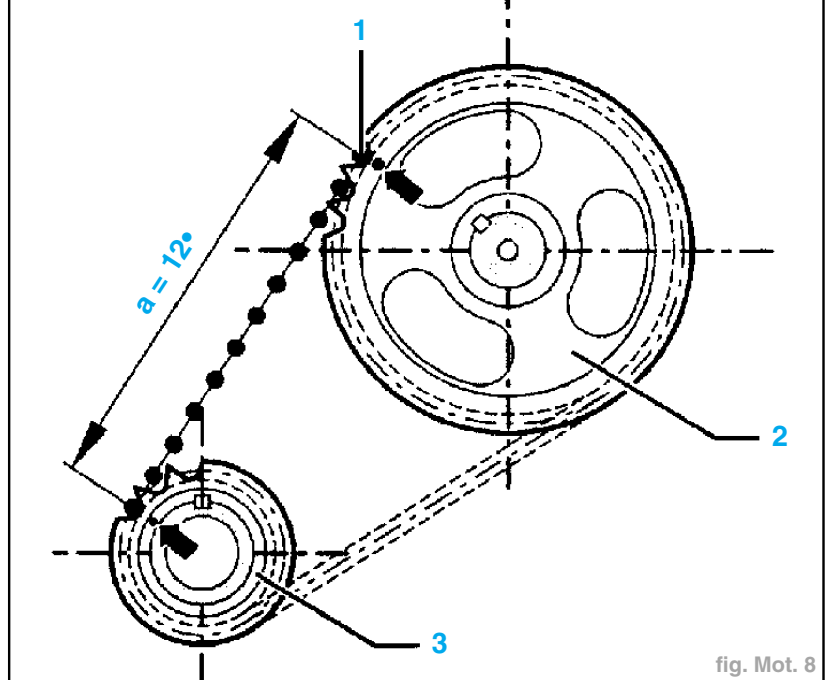

fig. Mot. 8
- Mettre en place les pignons (2) et (3) dans la chaîne de distribution (1) de façon que l'écart (a) d'un repère à l'autre (flèches) soit de 12 tourillons de chaîne (fig. Mot. 8).